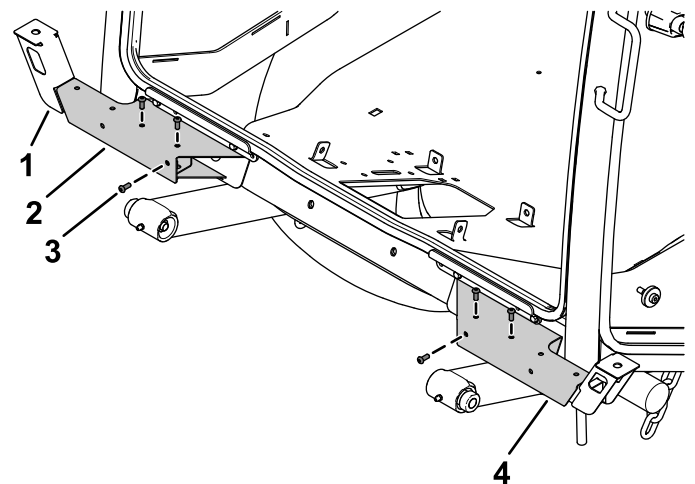

Figure 15
- Fixez le support de l'éclairage gauche et le support de l'éclairage droit sur les bases en vissant 3 boulons à tête ronde ($\frac{1}{4}$ " x $\frac{5}{8}$ ") dans les écrous rapides de chaque côté (Figure 15).